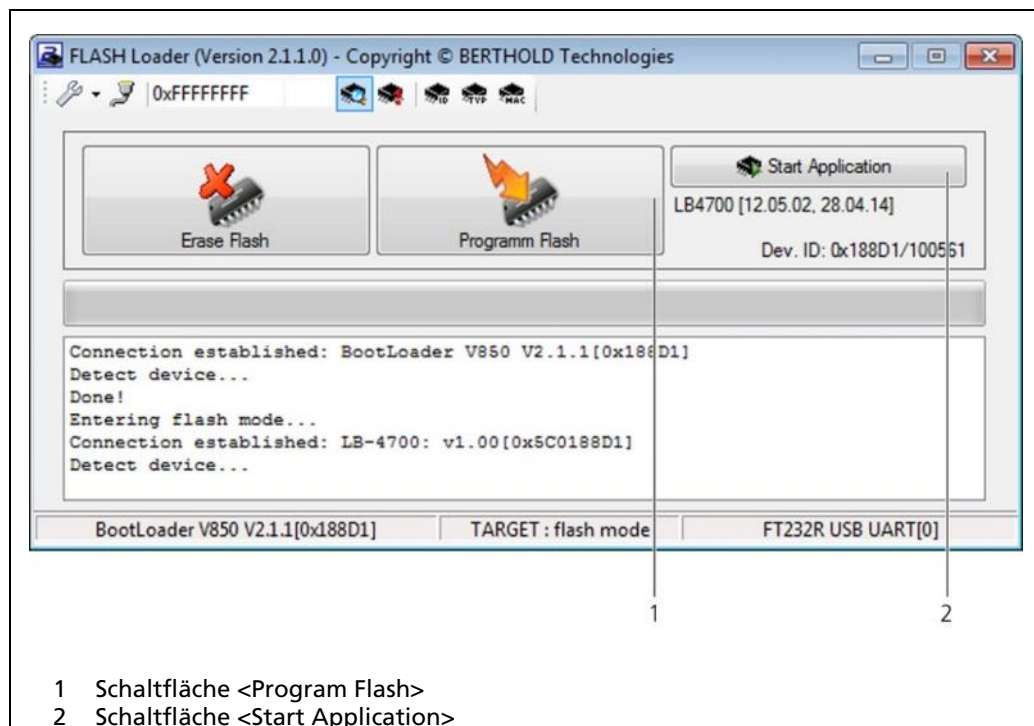

Abb. 53 Flash Loader Seite "Program Flash"
14. Klicken Sie auf die Schaltfläche <Programm Flash> (Abb. 53, Pos. 1).
16. Klicken Sie auf die Schaltfläche **<Start Application>** (Abb. 53, Pos. 2), nachdem die Programmierung beendet ist.